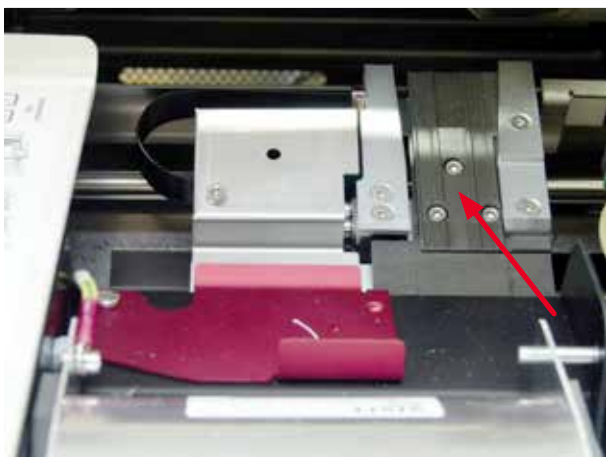

図 49
- 搬送ステーション(→ "図 49")
- 装置のクリーニング終了後と、装置の使用前はフラップを閉じます(→ "図 49")。